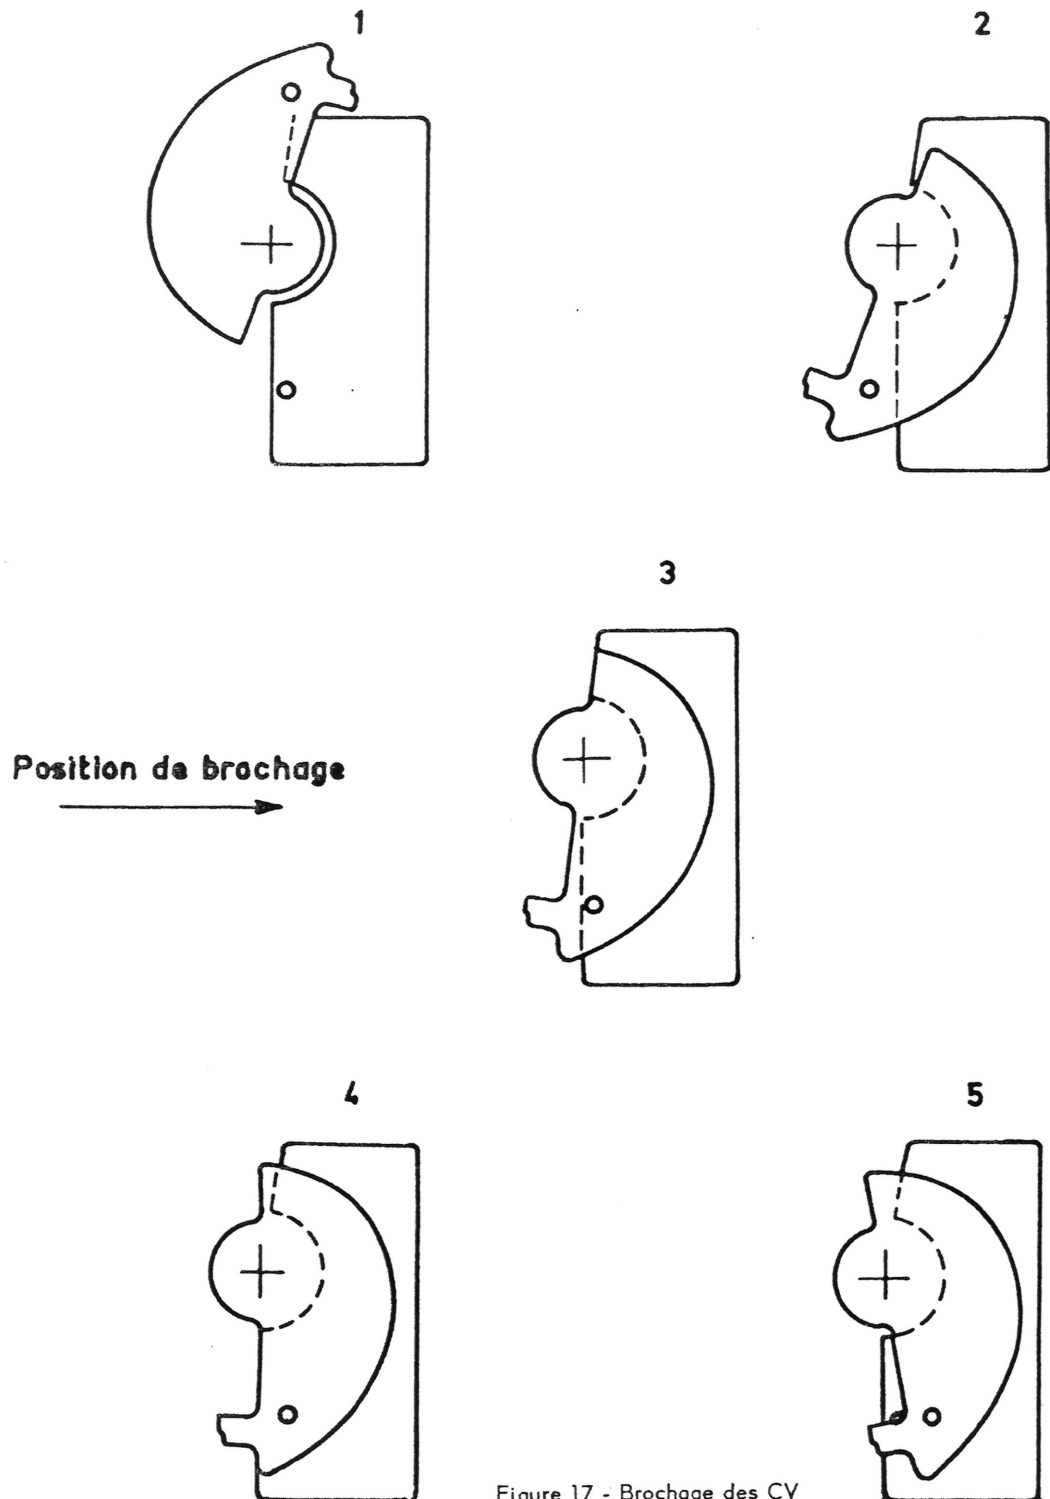

Figure 17 - Brochage des CV
- Positionner angulairement le condensateur à installer dans sa position de brochage. Cette position peut être dégrossie à vue en opérant comme suit (Fig. 17).